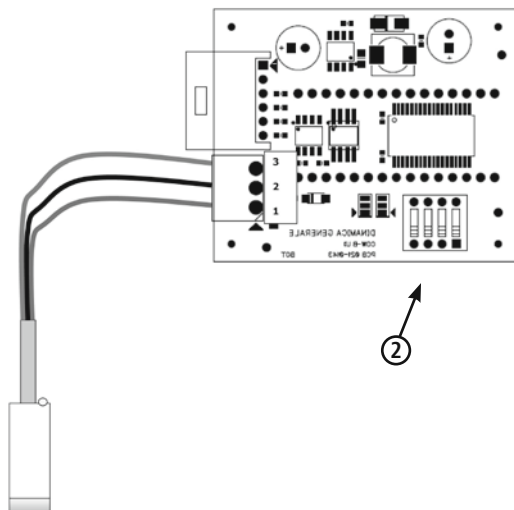

Bild 8: Schema displaykort + sensoranslutning
Motorn aktiveras genom att lyfta borsten, eftersom sensorn (pos. 5, bild 8) registrerar vagnens viloläge. När vagnen lämnar viloläget, börjar borstarna att rotera under den inställda cykeltiden (fabriksinställningen är 60 sekunder). När arbetscykeln är avslutad, väntar styrningen på en ytterligare aktivering, där borstarna roterar åt motsatt håll i förhållande till den föregående cykeln. På så sätt slits borsten jämnt.
Cykeltiden är fabriksinställd på 60 sekunder. Vid behov kan dessa justeras med hjälp av dip-switch-elementet på displaykortet (pos. 2, bild 8) från 7,5 till 120 sek. (Tabell finns inuti styrenheten).